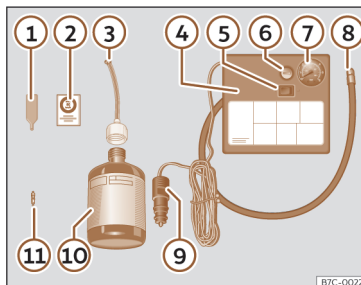

Fig. 38 Representação padrão: conteúdo do kit antifuros.
O kit antifuros está localizado na bagageira, por baixo do revestimento do piso. Inclui os seguintes componentes»» **Fig. 38**:
- Desenrosque a proteção e o obus da válvula do pneu. Utilize o aparelho»» **Fig. 38** 1 para retirar a carga. Coloque-o numa superfície limpa.
- Agite com força a garrafa de vedante de pneus»» **Fig. 38** 10.
- Enrosque o tubo de enchimento»» **Fig. 38** 3 na garrafa de vedante. O selo da garrafa partir-se-á automaticamente.
• Remova o tampão do tubo de enchimento >>> **Fig. 38 ③** e enrosque a extremidade aberta do tubo na válvula do pneu.
>>> **Fig. 38 ①** na válvula do pneu.
• Enrosque o tubo de enchimento do pneu do compressor >>> **Fig. 38 ⑧** na válvula do pneu.
• Verifique se o parafuso de evacuação de ar está fechado >>> **Fig. 38 ⑥**.
• Ligue o conector >>> **Fig. 38 ⑨** à tomada de corrente de 12 volts do veículo >>> Página 163.
• Ligue o compressor de ar com o interruptor ON/OFF >>> **Fig. 38 ⑤**.
• Cole o autocolante >>> **Fig. 38 ②** no painel de instrumentos, dentro do campo visual do condutor.
Volte a enrosocar o tubo de enchimento >>> **Fig. 38 ⑤** e verifique a pressão no manómetro **⑥**.